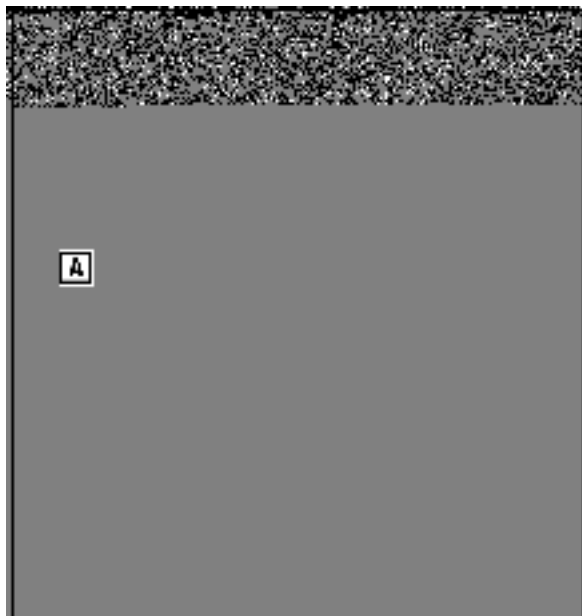

Fig. 86
11. Install pilot jet ([A] Fig. 86).